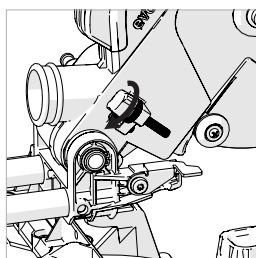

Fig. 26c
- Ajuste el tornillo de mariposa (**Fig. 26c**) para limitar el recorrido de la cabeza de corte hasta la profundidad requerida.